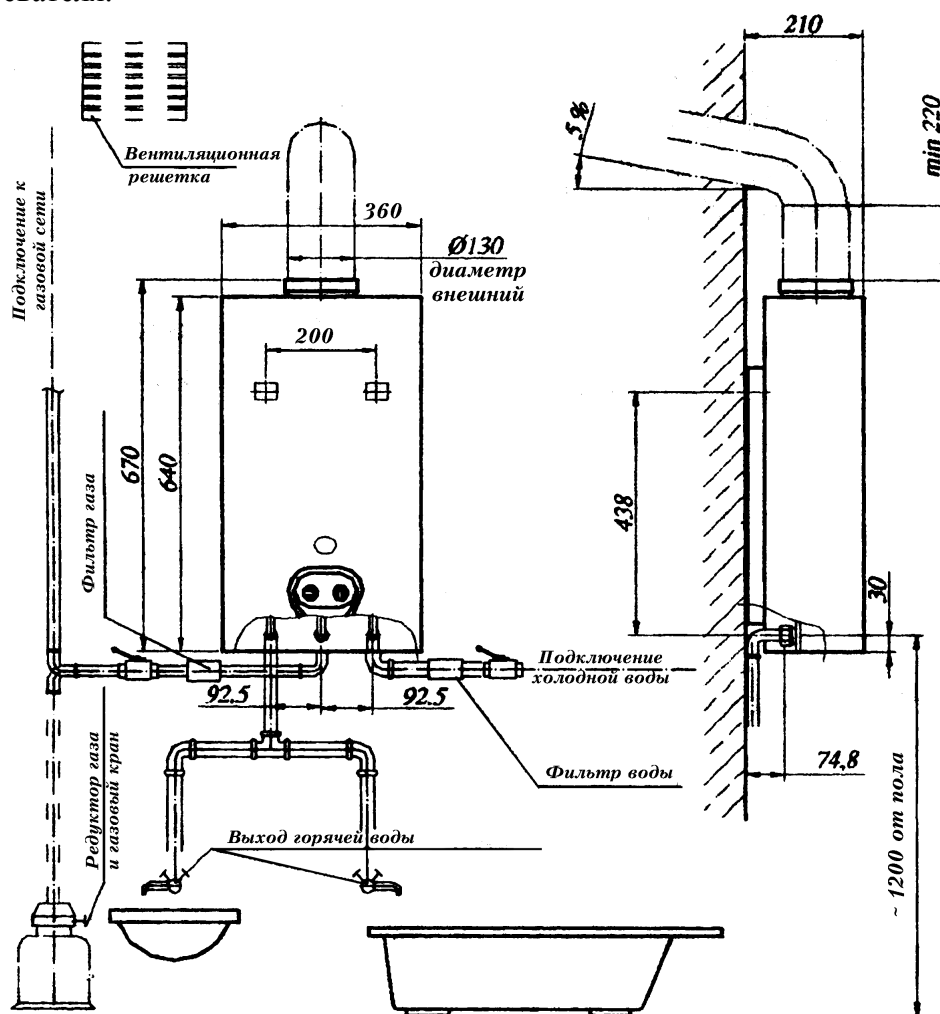

Рис. 10 Схема трубопроводов воды и газа и удаления продуктов сгорания.
Подвешивание подогревателя на стене производится методом навешивания на крючьях, прочно закрепленных в стене. Расположение отверстий для подвешивания показано на рис. 10 и 12.
3.3. Подключение газопровода показано на рис. 10 и 12. Диаметр газового патрубка G 3/4 соответствует диаметру газопровода, подводимого к подогревателю, и составляет 3/4".
3.4. Подключение к водопроводу показано (рис. 10 и 12).